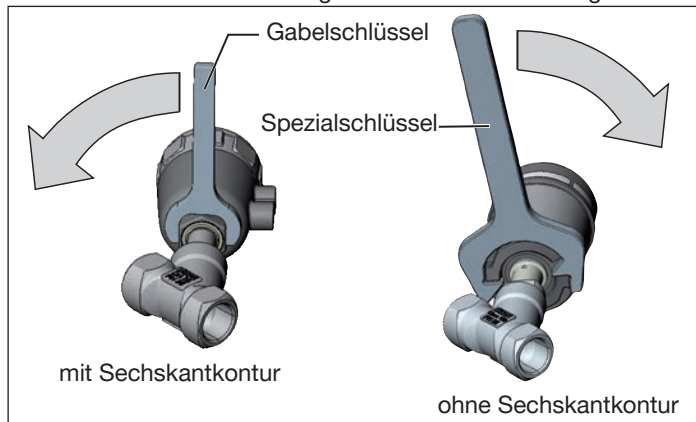

Bild 15: Drehen mit Spezialschlüssel / Gabelschlüssel
- ▶ Antriebsmodul nur im vorgegebenen Richtungssinn drehen (siehe „Bild 15“).